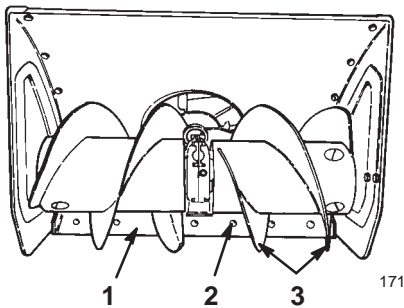

Figure 28
2. Vis de carrossier (6)
6. Placez un support sous les lames de la tarière pour qu'elles se trouvent au moins à 3 mm du sol (Fig. 28).
8. Pour corriger la position de la lame racleuse, desserrez les boulons de carrossier qui la fixent au carter de tarière (Fig. 28), mettez-la à la hauteur voulue et resserrez les boulons.